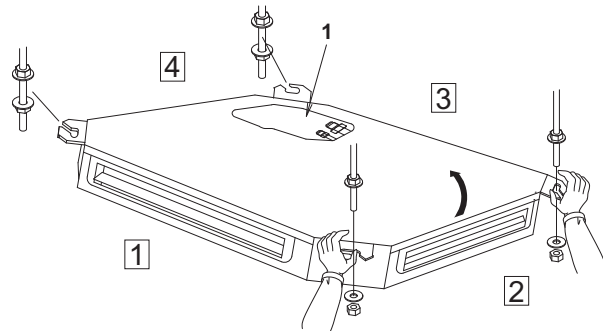
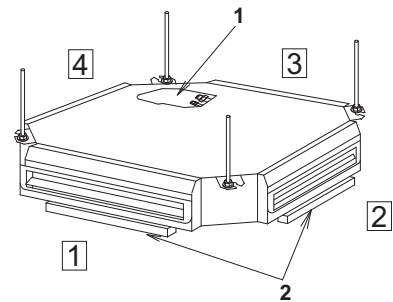

Bild 17
Bild 18
(2) Installation av inomhusenheten. **(Se bild 17)**
- För in de återstående 2 upphängningsbultarna i hängaren och fäst brickorna undertill för hängaren (3) och muttrarna.
(3) Kontrollera enhetens lutning från 2 riktningar (luftutlopp [1] och [2]). **(Se bild 18)**